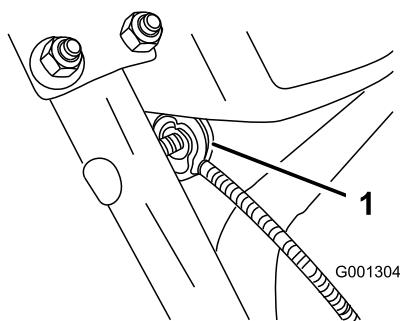

Figure 8
3. Retirez l'écrou et la rondelle du guidon, fixez le serre-câble au bout du câble sur le guidon, remettez la rondelle et l'écrou, et serrez l'écrou à la main (Figure 8).